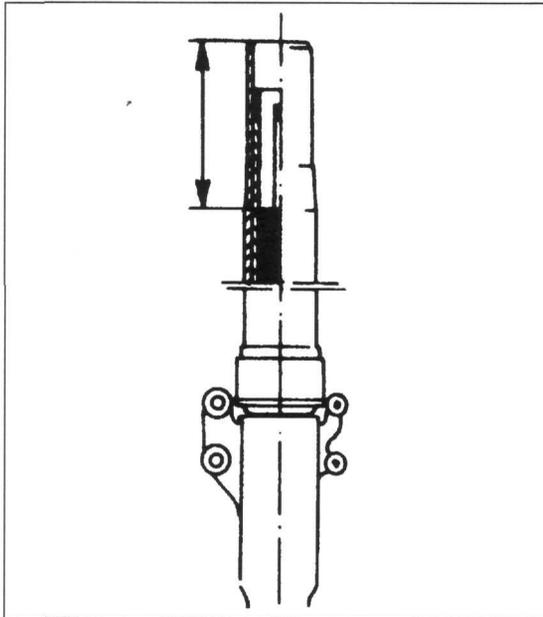

Bild 245
-  Standard-Ölpegel bei zusammengesetzten Gabelrohren und Dämpferstange von Rohroberkante gemessen (Bild 245):